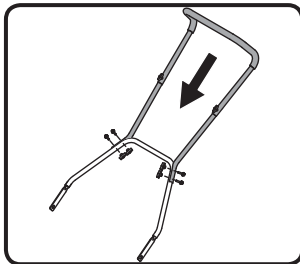

Fig. 2
- Fixez la poignée montée lors de l'étape 1 à la poignée inférieure à l'aide de quatre boulons, quatre boutons rotatifs (Fig.2).